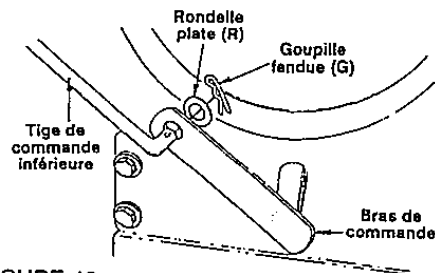

FIGURE 10
- Enfoncez l'extrémité à petit trou de la tige de commande inférieure dans le bras de commande sur l'extérieur du châssis de la souffeuse. Attachez avec une rondelle plate (R) et une goupille fendue (G) (la rondelle et la goupille fendue doivent se trouver sur le côté moteur du support). Voir la figure 10.